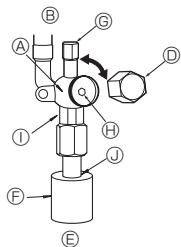

Fig. 4-5
(1) Gas-/vloeistofzijde van de ZM71 (Fig. 4-5)
① Verwijder de kap en draai de kraanstang zo ver mogelijk tegen de klok in met behulp van een 4mm-inbussleutel. Stop met draaien wanneer de nok wordt bereikt.